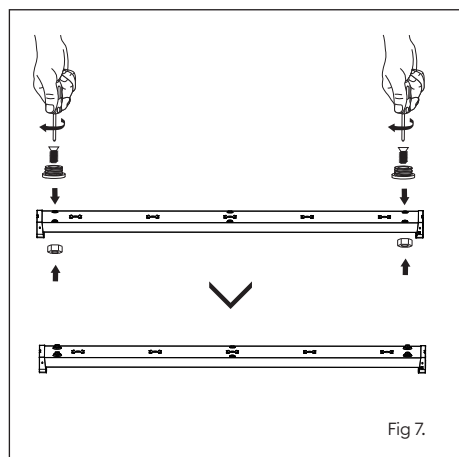

Fig 7.
4. Attach screw fixings from the suspension kit to the luminaire in 4 locations. (Fig 7).
4. Fixez les vis du kit de suspension au luminaire à 4 endroits (fig. 7).